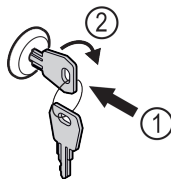

Fig. 116 Ilustrační zobrazení
- ▶ Klíč zasuňte dovnitř Fig. 116 (1).
- ▶ Otáčejte klíčem o 90° ve směru hodinových ručiček Fig. 116 (2).